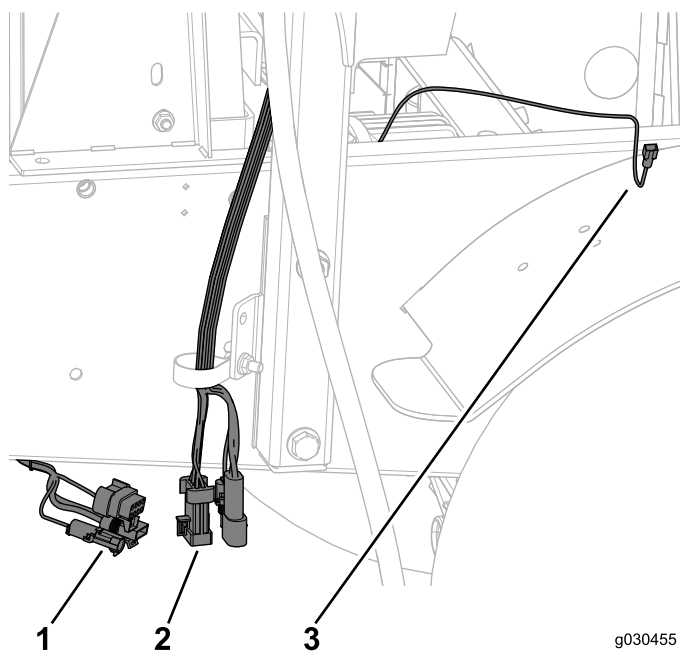

Figure 61
1. Débranchez le faisceau de câblage fixé à la machine du faisceau fixé à la cabine (Figure 61).